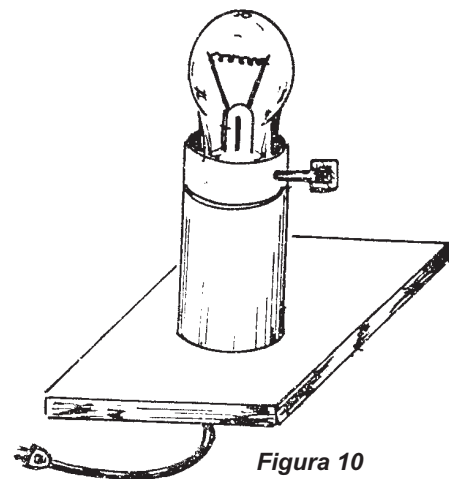

Figura 10
- La figura 10 muestra la lámpara terminada.